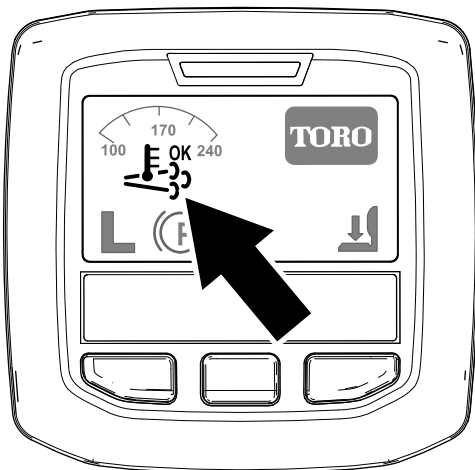

Figura 40
- Nell'InfoCenter viene visualizzata l'icona di rigenerazione assistita/ripristino (Figura 40).